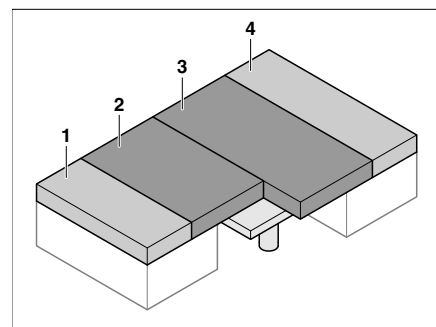

Fig. 71 Après la transformation
- Tirer les coussins d'assise (Fig. 71,2 et 3) vers le centre.
- Placer les coussins de dossier (Fig. 71,1 et 4) entre les coussins d'assise (Fig. 71,2 et 3) et la paroi extérieure.